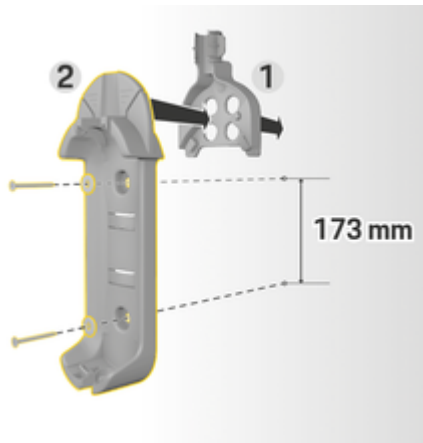

Fig. 44: Cotes de perçage
3. Enfoncez la base du support mural **2** (Fig. 44) dans le guide-câble **1** (Fig. 44) par l'avant.